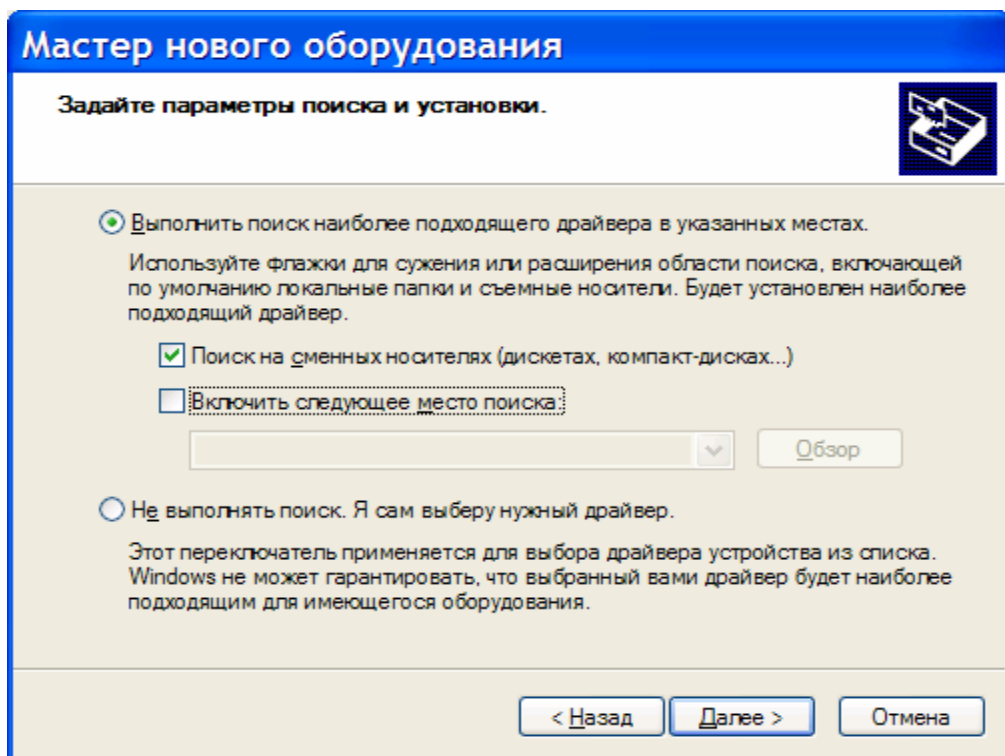

рис.11.
3.10. Установите свойства диалога, как на рис.11 и нажмите кнопку "Далее".